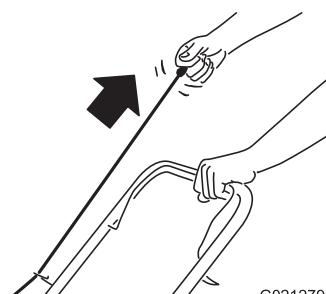

Figura 13
- Tire de la cuerda de arranque (Figura 13).